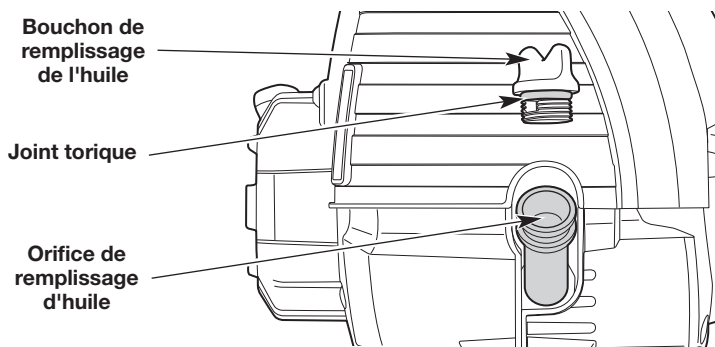

Fig. 18
3. Nettoyez la zone autour du bouchon de remplissage (Fig. 18) pour empêcher des débris d'entrer dans l'orifice de remplissage d'huile.
**REMARQUE :** Assurez-vous que le joint torique est en place sur le bouchon de remplissage d'huile (Fig. 18).
1. Nettoyez la zone autour du bouchon de remplissage (Fig. 18) pour empêcher des débris d'entrer dans l'orifice de remplissage d'huile.